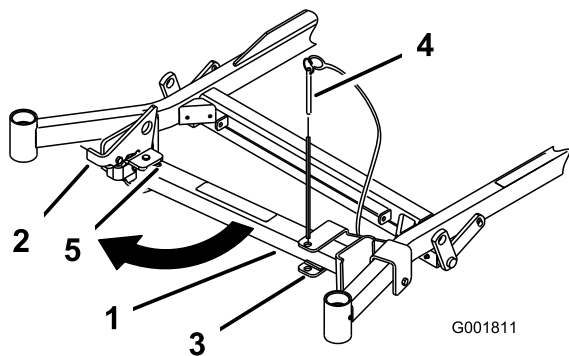
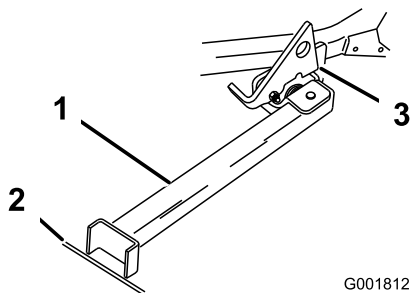

Figura 45
Figura 46
2. Retire el pasador del soporte (Figura 45).
4. Gire el pie del soporte hacia adelante, y deslice el soporte hacia la máquina, hasta que encaje en la parte de abajo de la ranura (Figura 45 y Figura 46).
5. Ponga el pie del soporte en el suelo con el enganche descansando sobre la pestaña de giro (Figura 46).
Nota: Para obtener los mejores resultados, coloque el pie del soporte en una ranura de la acera o en el césped (Figura 46).
7. Conduzca la máquina sobre el soporte. Pare cuando el enganche caiga por encima de la pestaña a la posición bloqueada (Figura 46).
5. Ponga el soporte de nuevo en su posición de descanso (Figura 45).